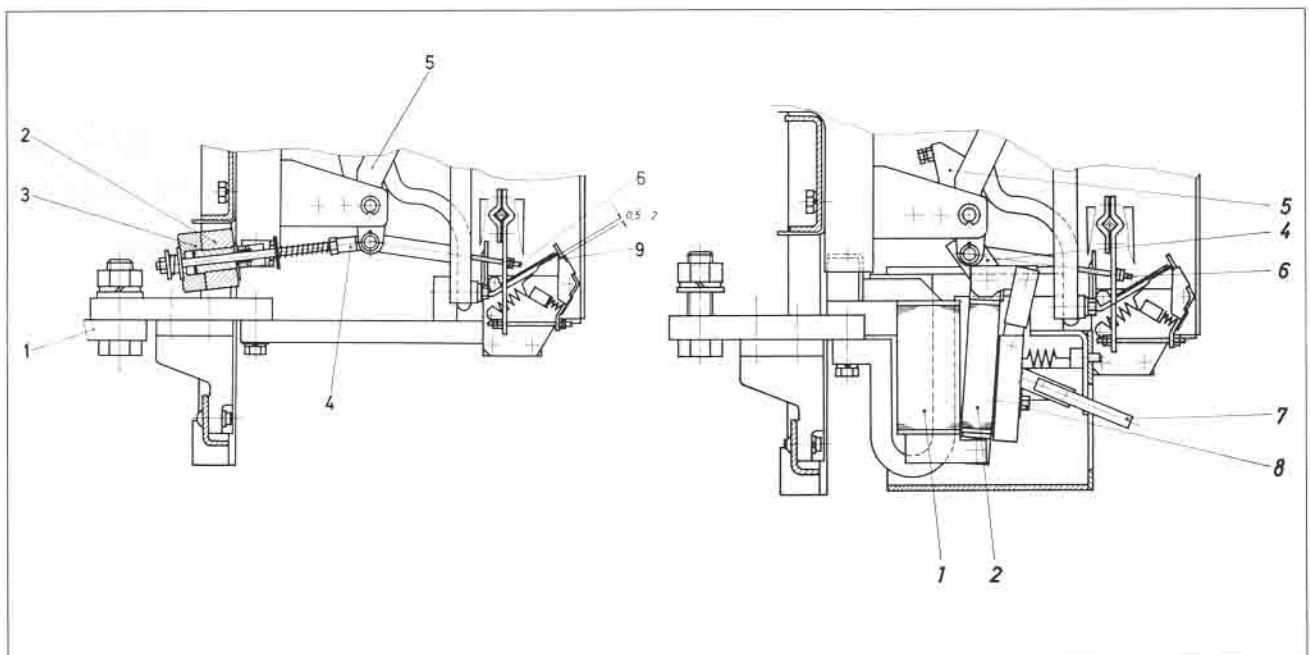

Fig. 6, Fig. 6a
3.7 ed-Auslöser*) (Fig. 6)
3.7 ed-Release*) (Fig. 6)
3.7 Relé ed*) (Fig. 6)